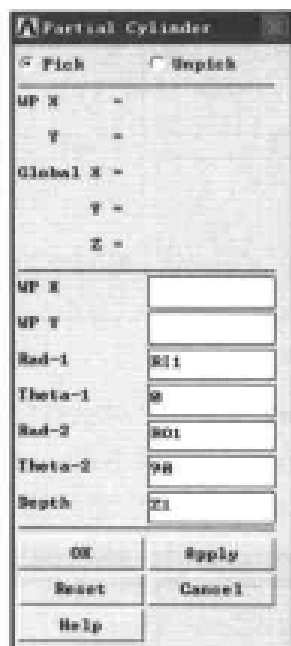

图 9-103 生成部分圆柱体对话框
(3) 单击 Close 按钮, 关闭 Scalar Parameters 对话框。
(4) 选择 Main Menu | Preprocessor | Modeling | Create | Volumes | Cylinder | Partial Cylinder 命令, 出现 Partial Cylinder 菜单, 参照图 9-103 对其进行设置, 单击 OK 按钮关闭该对话框。
(5) 选择 Utility Menu | WorkPlane | Offset Wp by Increments 命令, 出现 Offset WP 菜单, 在 XY,YZ,ZX Angles 文本框中输入 0, -90, 0, 单击 OK 按钮关闭该菜单。